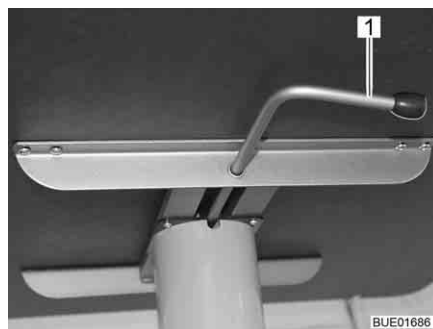

Bild 83 Hubtisch
- Den Verriegelungshebel (Bild 83,1) nach links schwenken. Die Verriegelung des Hubmechanismus ist offen.
- Den Verriegelungshebel (Bild 83,1) nach rechts schwenken (Bild 83). Der Hubmechanismus ist verriegelt.
- Den Verriegelungshebel (Bild 83,1) nach links schwenken. Die Verriegelung des Hubmechanismus ist offen. Die Tischplatte fährt bis zum Anschlag nach oben.
- Den Verriegelungshebel nach rechts schwenken (Bild 83). Der Hubmechanismus ist verriegelt.